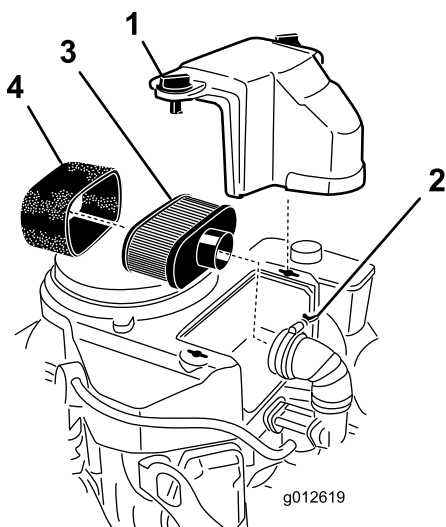

Figure 39
3. Nettoyez la surface autour du filtre à air pour éviter que des impuretés n'endommagent le moteur en tombant à l'intérieur (Figure 39).
4. Dévissez les boutons du couvercle et déposez le couvercle du filtre à air (Figure 39).
5. Dévissez le collier et déposez l'ensemble filtre à air (Figure 39).
6. Sortez délicatement l'élément en mousse de l'élément en papier (Figure 39).
1. Nettoyez l'élément en papier en le tapotant pour faire tomber la poussière. S'il est très encrassé, remplacez-le par un neuf (Figure 39).
1. Glissez délicatement l'élément en mousse sur l'élément en papier (Figure 39).
2. Posez l'ensemble filtre à air sur sa base ou sur le flexible et fixez-le en position (Figure 39).
3. Mettez le couvercle du filtre en place et serrez le bouton (Figure 39).